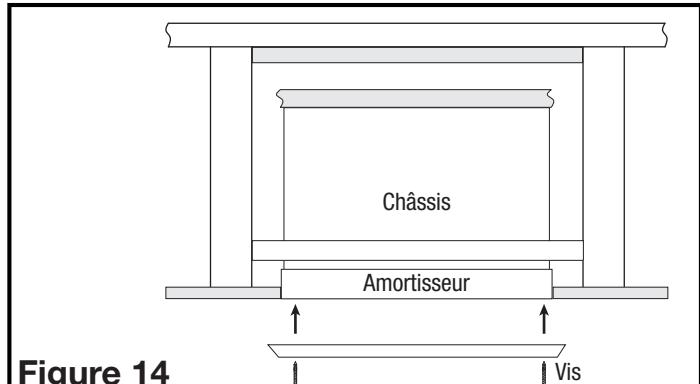

Figure 14
6. Une fois que l'amortisseur de plafond est installé et fixé, positionnez la grille du ventilateur en métal en alignant les deux trous de la grille du ventilateur avec les deux trous extrudés sur le cadre de l'amortisseur de plafond. Utilisez les deux vis n° 8 x 1 po restantes pour fixer la grille sur le ventilateur (**Figure 14**).